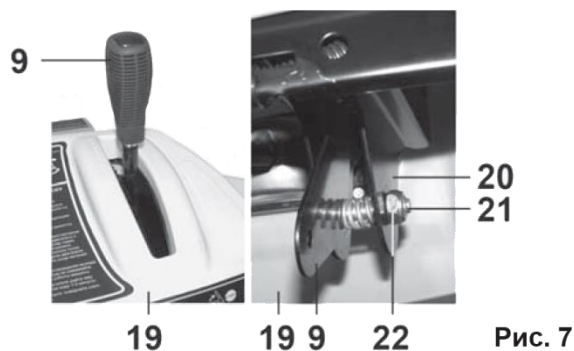

Рис. 7
## 6.2. Установка рычага переключения передач (Рис. 7).
- 6.2.3. Зафиксируйте на кронштейне (20) рычаг переключения передач (9) при помощи болта (21) и гайки (22), установив пружину, как показано на Рис. 7.